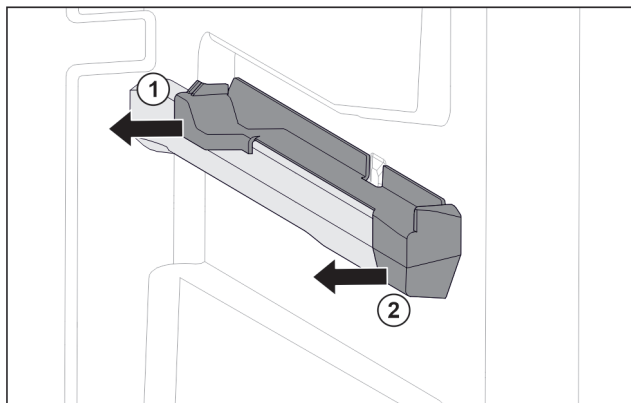

Fig. 114 Pieza de acoplamiento en la nervadura para recipientes derecha
- Retire la pieza de acoplamiento por detrás lateralmente. Fig. 114 (1)
- Retire la pieza de acoplamiento por delante lateralmente. Fig. 114 (2)